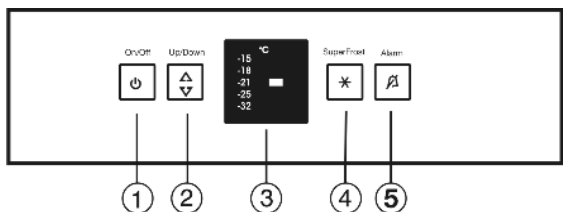

Fig. 2
- ▶ Premere il tasto On/Off *Fig. 2 (1)*.
L'allarme acustico si disattiva automaticamente e il tasto Allarme *Fig. 2 (5)* si spegne e il display della temperatura cessa di lampeggiare, quando la temperatura è di nuovo sufficientemente fredda.
- ▶ Premere il tasto Allarme *Fig. 2 (5)*.